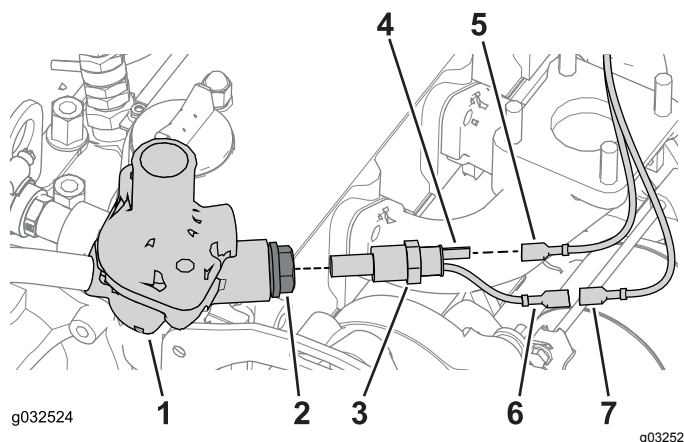

Рисунок 29
5. Найдите желтый провод, который вы отсоединили при выполнении пункта 2 в разделе Прокладка шланга подачи \(страница 16\), и подсоедините его к разъему горячего двигателя на датчике температуры (Рисунок 29).
6. Найдите оранжевый провод, который связан с желтым проводом, снимите кабельную стяжку и подсоедините провод к разъему теплого двигателя на датчике температуры (Рисунок 29).
1. Найдите корпус термостата на блоке двигателя и снимите заглушку отверстия двигателя (Рисунок 29).